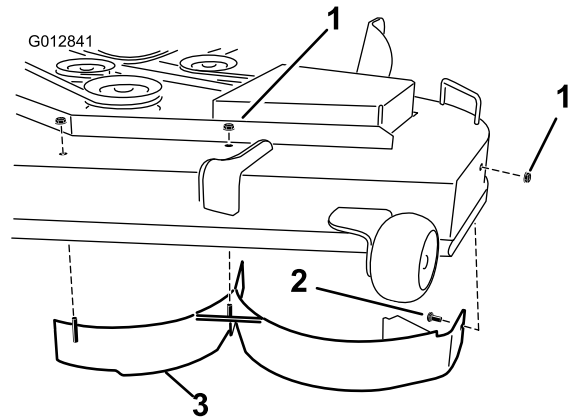

Figura 14
- **Carcasas de 122 cm:** instale el deflector izquierdo usando 3 tuercas (5/16") y un perno de cuello cuadrado (5/16" x 3/4"), como se muestra en la Figura 14.